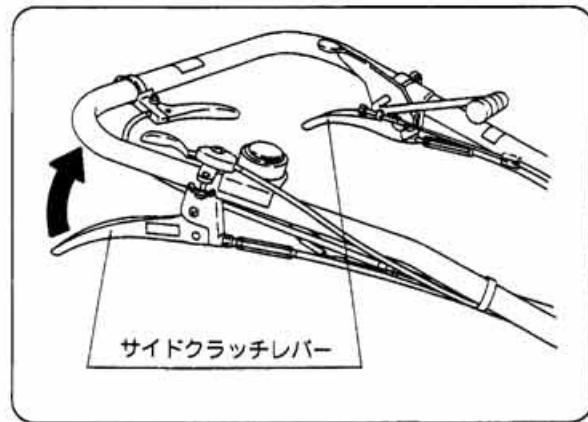

図22
①レバーを握るとサイドクラッチが切れ、放すとクラッチが入ります。（図22）